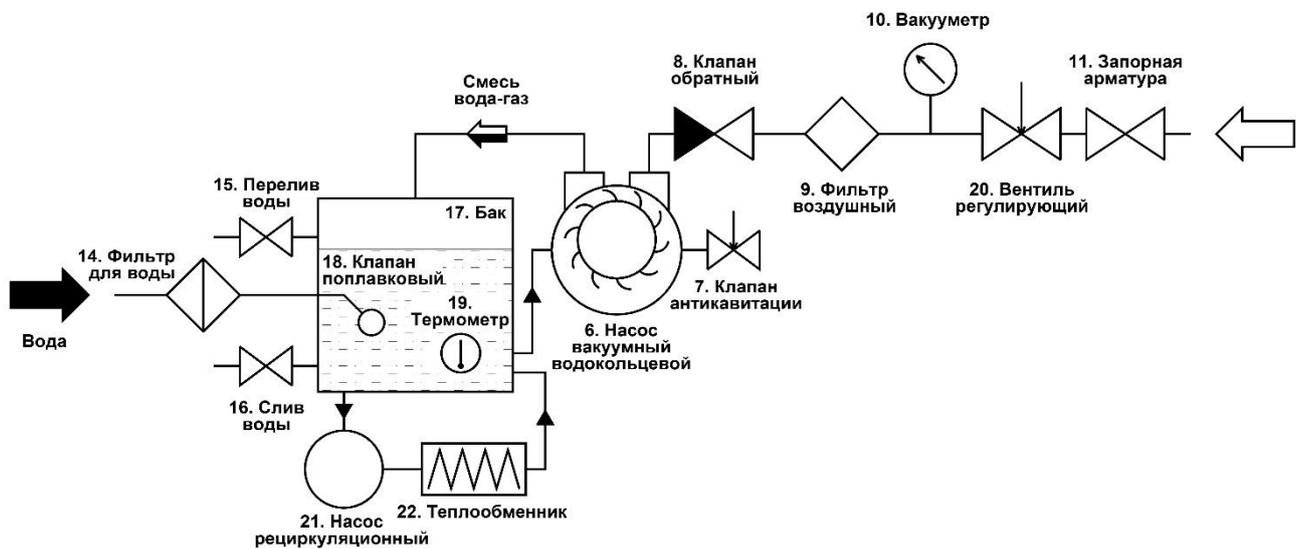

Рисунок 8.
- подключение подачи воды из емкости с полной рециркуляцией и охлаждением (рис.8).